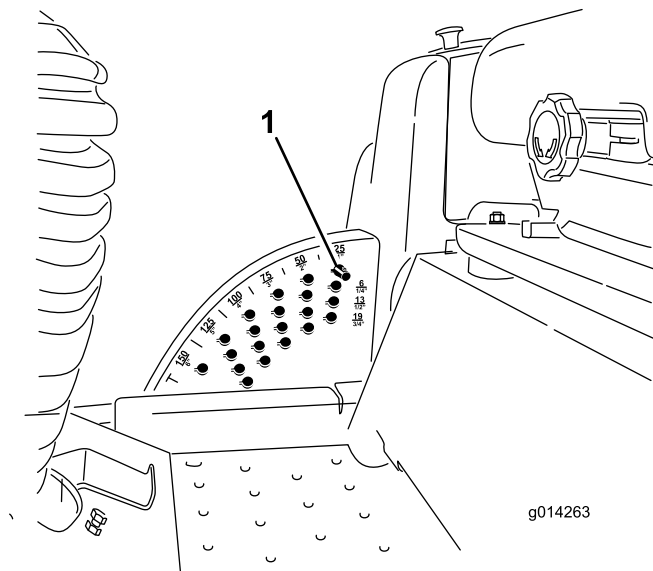

Figura 6
1. A motore acceso, tirate indietro l'interruttore di sollevamento del tosaerba fino a sollevare completamente il tosaerba e **rilasciate immediatamente l'interruttore** (Figura 6).
2. Per eseguire una regolazione, girate la spina di arresto fino a quando la protuberanza sulla medesima non si trova allineata con gli intagli previsti nei fori della staffa dell'altezza di taglio, quindi rimuovetela (Figura 6).
3. Nella staffa dell'altezza di taglio scegliete un foro corrispondente all'altezza di taglio richiesta, inserite la spina e bloccatela per mantenere questa posizione (Figura 6).
Nota: Vi sono quattro file di fori di posizionamento (Figura 6). La fila superiore fornisce l'altezza di taglio elencata sopra la spina. La seconda fila fornisce l'altezza elencata più 6 mm. La terza fila fornisce l'altezza elencata più 13 mm. La fila inferiore fornisce l'altezza elencata più 19 mm. La posizione di 15,2 cm ha un solo foro, situato nella seconda fila, che non aggiunge 6 mm alla posizione di 15,2 cm.